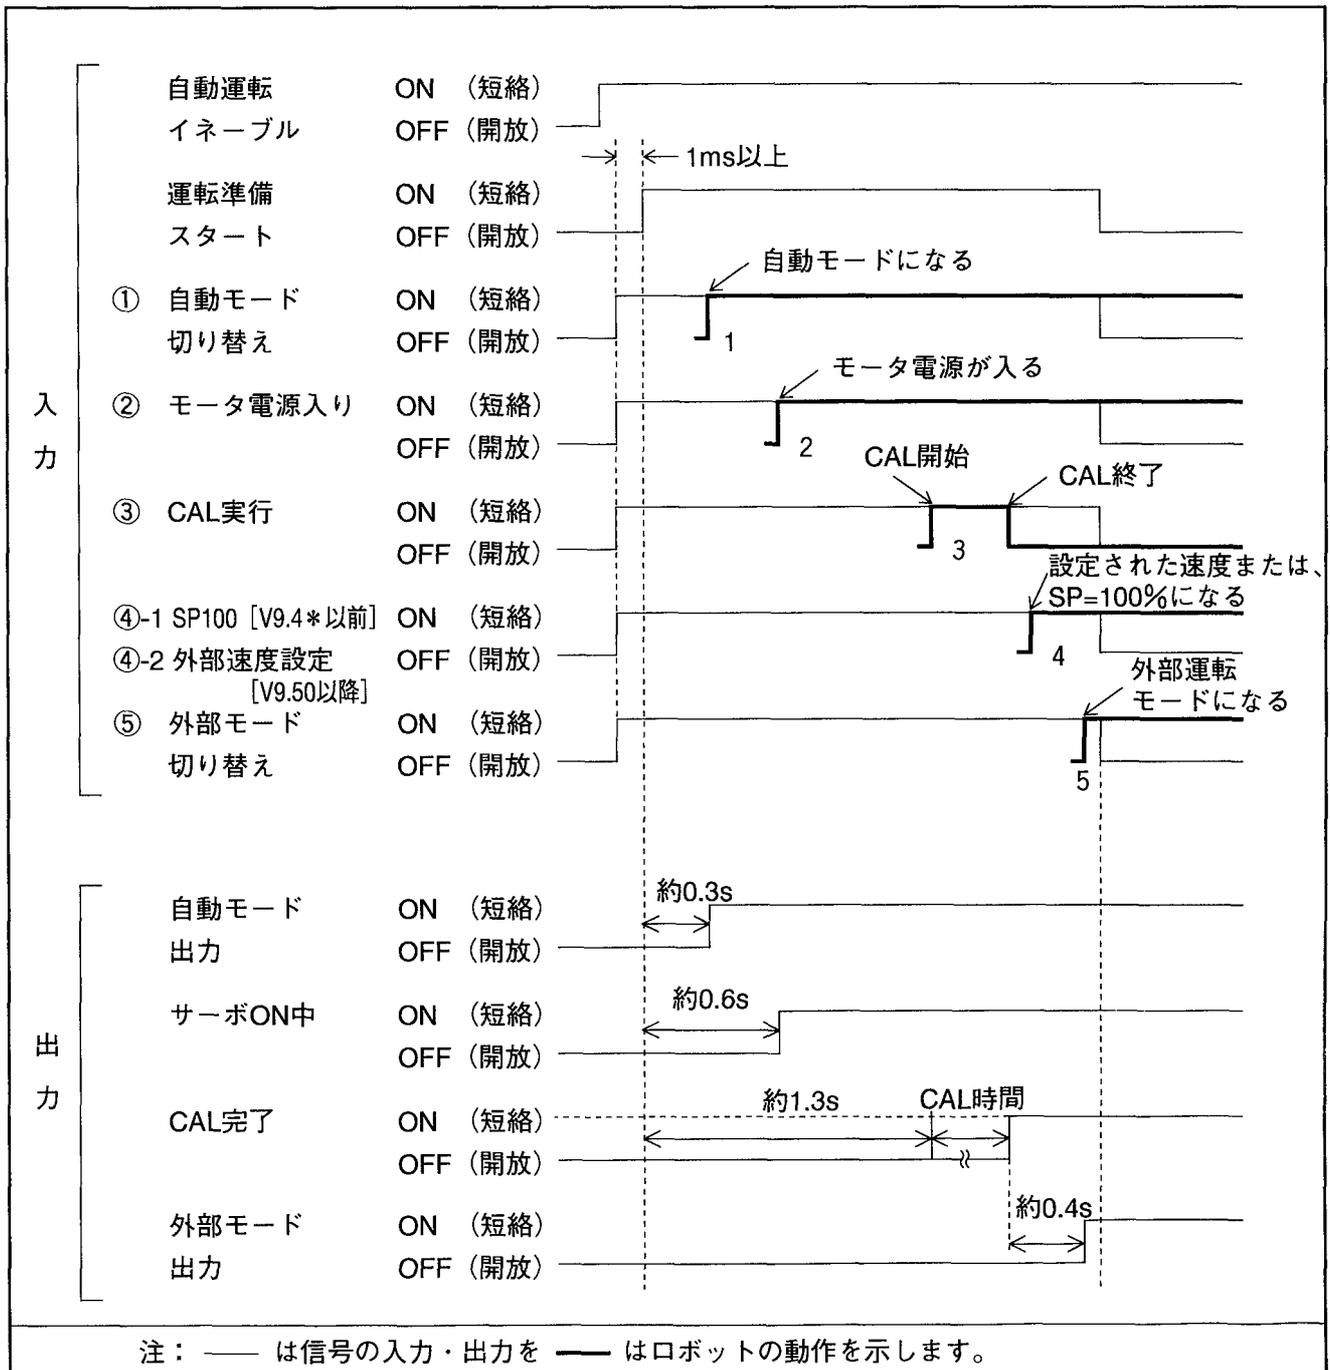

図5-24 運転準備スタート信号のタイミングチャート例
①～⑤の入力は、入力する項目の前項の完了が条件になります。ただし、④のSP100設定の完了は、⑤の外部モード切り替えの条件とはなりません。また、①～⑤はオペレーティングパネルまたはティーチングペンダントで、一部実行しても有効になります。
運転準備スタートおよび①～⑤の入力タイミングは図5-24をご参照ください。